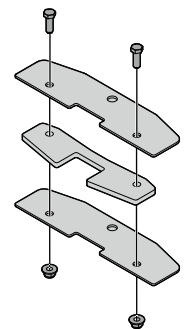

Figure 29
1. Mettez la plaquette centrale du dispositif entre les deux grandes plaques, comme illustré à la Figure 29. Enfilez un boulon dans chacun des trous latéraux, et vissez un écrou sur chaque.